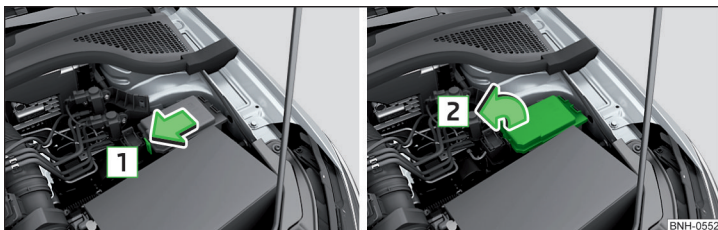
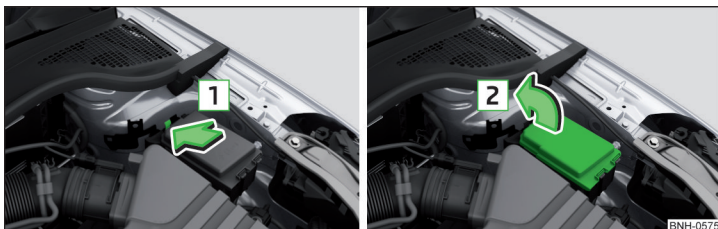

Fig. 267 Capacul panoului de siguranțe - varianta 1
Fig. 268 Capacul panoului de siguranțe - varianta 2
- Apăsați tasta de blocare a capacului în sensul săgeții **1** » fig. 267 sau » fig. 268 și scoateți capacul în sensul săgeții **2**.